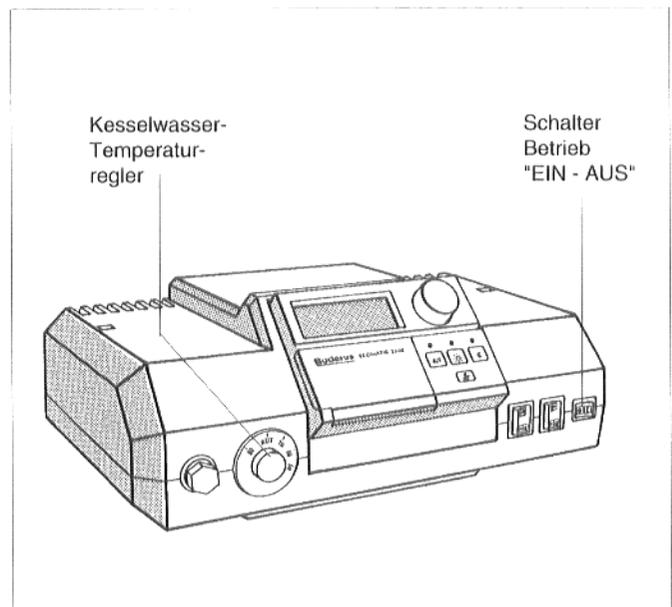

Abb. 23: Regelsystem 2000
- Schalter Betrieb (Abb. 23 bzw. 24) in Stellung I (EIN) stellen.
- Kesselwasser-Temperaturregler (Abb. 23 bzw. 24) auf "AUT" stellen.